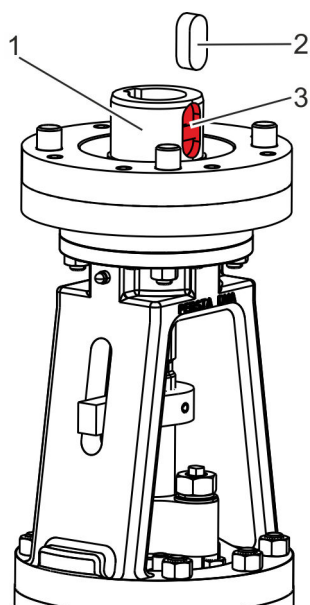

Abb. 26: Passfeder entfernen
4. ➔ Aus der Passfedernut (Abb. 26/3) der Nabe (Abb. 26/1) die Passfeder (Abb. 26/2) entfernen.